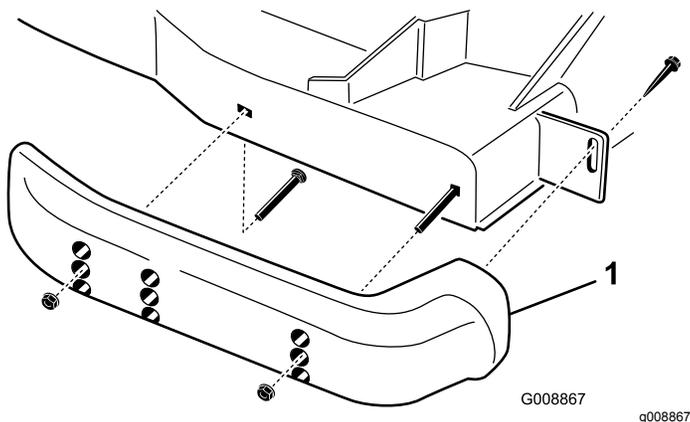

Рисунок 28
1. Отпустите передний винт каждого полоза (Рисунок 28).
2. Снимите с каждого полоза болты с буртиком и гайки (Рисунок 28).